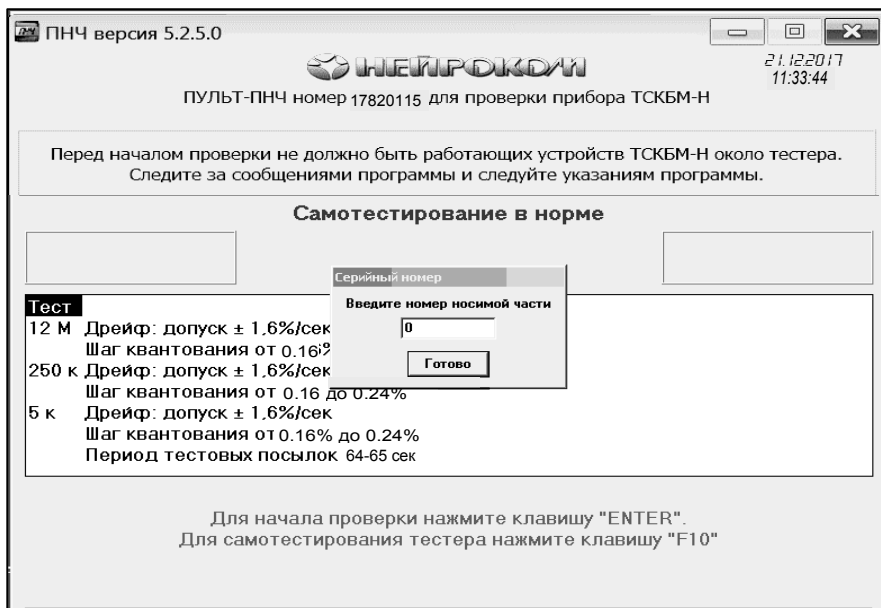
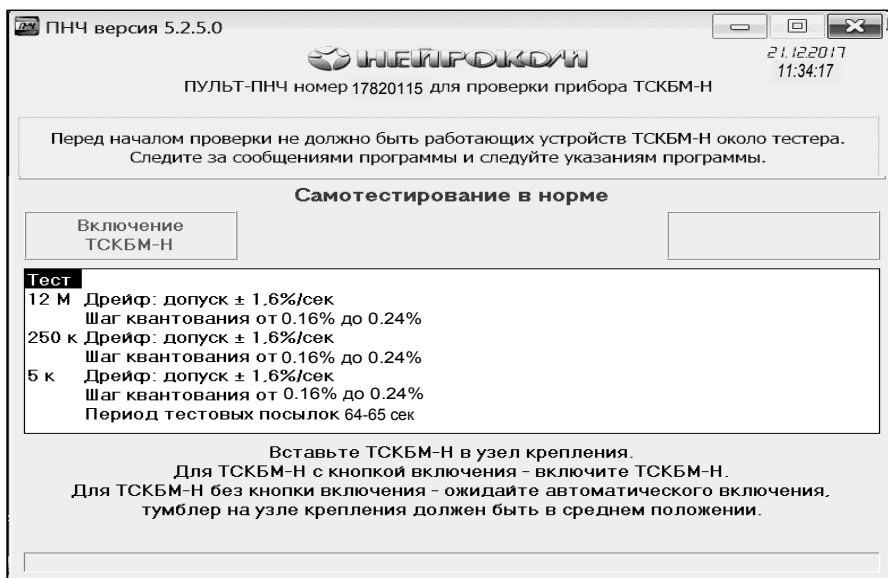

Рисунок 4.4 - Запрос на введение заводского номера носимой части ТСКБМ-Н
Рисунок 4.5 - Приглашение к началу проверки ТСКБМ-Н
4.4.4 После нажатия клавиши «ENTER» по п.4.4.3(а) настоящего РЭ на экране должна появиться надпись с указанием программы: «Введите номер носимой части», см. рисунок 4.4. Введите заводской номер ТСКБМ-Н и нажмите кнопку «**Готово**». Должно появиться приглашение к началу проверки, см. рисунок 4.5. Далее происходит включение проверяемого ТСКБМ-Н.
4.4.5 Включение ТСКБМ-Н происходит автоматически. Если в течение примерно 16 с ожидания автоматического включения (см. рисунок 4.5) не произошло автоматическое включение ТСКБМ-Н, то проверьте установку ТСКБМ-Н на середину диэлектрического основания держателя (3) таким образом, чтобы электроды на корпусе ТСКБМ-Н касались контактов держателя (5). Закрепите ТСКБМ-Н в держателе пружиной (2), см. рисунок 4.1.
а) На пульте ПНЧ НКРМ.468354.003-01: ТСКБМ-Н сдвинут к краю диэлектрического основания держателя (3) и нарушен контакт между электродами на корпусе ТСКБМ-Н и контактами (5) пульта ПНЧ (рисунок 4.4). Установите ТСКБМ-Н на середину диэлектрического основания держателя (3) таким образом, чтобы электроды на корпусе ТСКБМ-Н касались контактов держателя (5). Закрепите ТСКБМ-Н в держателе пружиной (2), см. рисунок 4.1. Далее следует нажать Enter и повторить проверку еще раз, начиная с п.4.4.2.